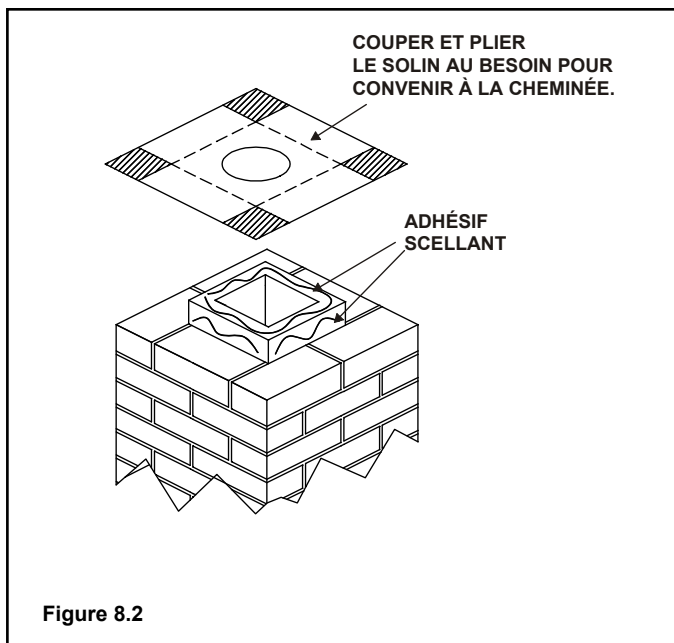

Figure 8.2
- Découpez la plaque supérieure de la cheminée afin de minimiser le surplomb ou pliez-la par-dessus le boisseau (voir la Figure 8.2).